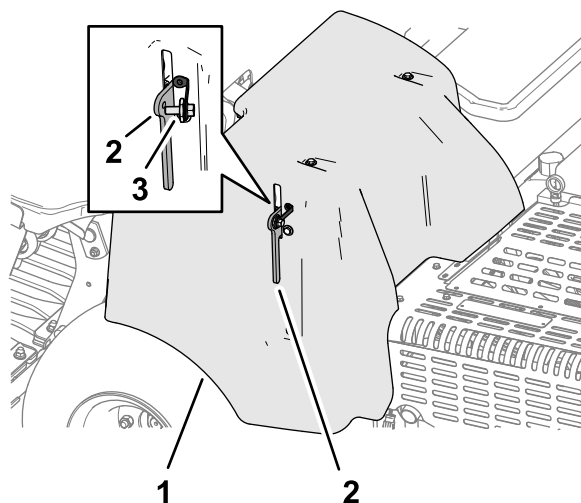

図 141
1. CE向けベルトカバーラッチ用ランヤードが付いている場合は、ランヤードのボルトをゆるめてカバーラッチから外す 図 141。